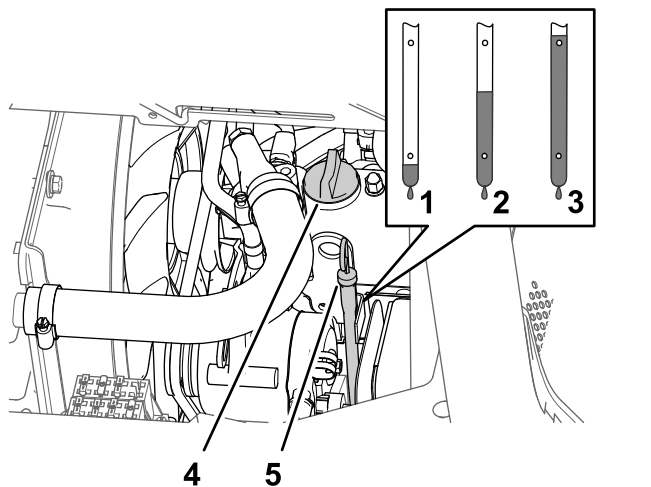

Рисунок 80
- Снимите крышку маслозаливной горловины с крышки клапанного механизма двигателя (Рисунок 80) и медленно залейте примерно 80% указанного количества масла в заливную горловину.
- Выньте масломерный щуп и проверьте уровень масла в двигателе (Рисунок 80).
- Медленно долейте дополнительное масло указанного типа, чтобы довести его уровень до метки «Полный» на масломерном щупе (Рисунок 80).
- Установите крышку маслозаливной горловины на маслозаливную горловину и масломерный щуп в трубку щупа (Рисунок 80).